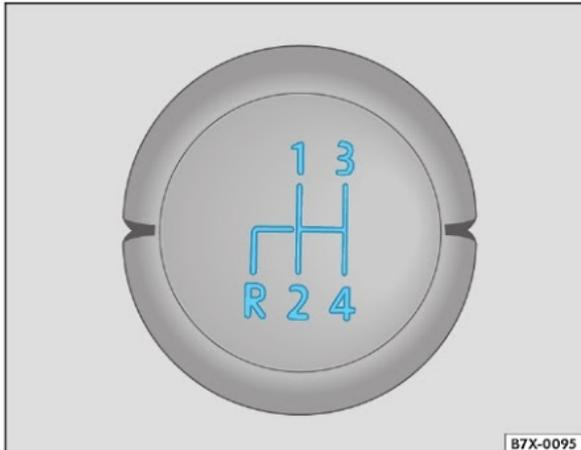

Fig. 59 Esquema de troca das marchas
- Empurre a alavanca de mudanças para a posição de marcha à ré, pressionando-a para baixo e levando-a para a esquerda, até o batente, conforme o diagrama da alavanca de mudanças ⇒ fig. 59 .